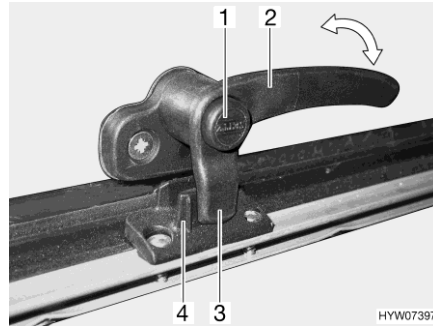
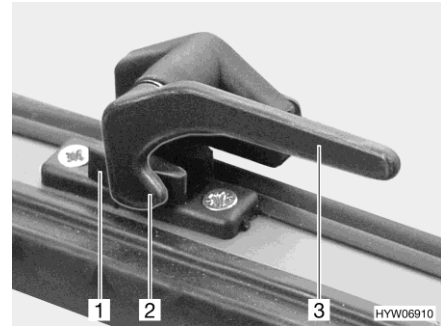

Bild 89 Låsarm med låsknapp i läget "stängd"
Bild 90 Låsarm i läget "stängd"
- Tryck på låsknappen (Bild 89,1) om sådan finns och håll den nedtryckt.
- Sväng låsarmen (Bild 89,2 eller Bild 90,3) ett kvarts varv mot fönstrets mitt.
- Sväng låsarmen (Bild 89,2 eller Bild 90,3) ett kvarts varv mot fönsterkarmen. Låsspaken (Bild 89,3 eller Bild 90,2) på låsarmen sitter helt på fönsterlåsets insida (Bild 89,4 eller Bild 90,1).
- I läget "helt stängt" (Bild 89 och Bild 90)